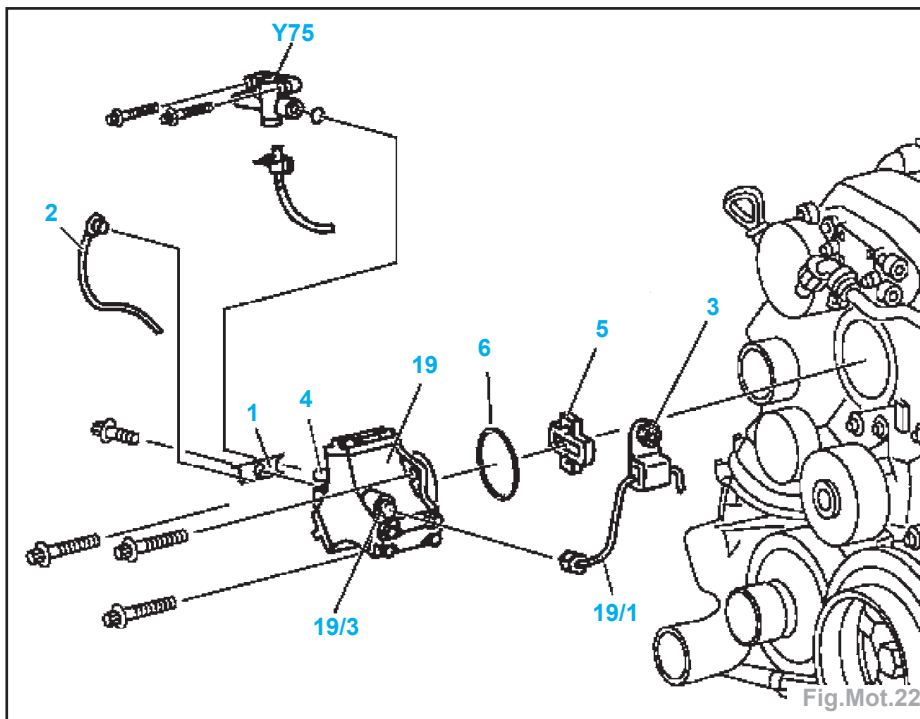

Fig.Mot.22
- Dévisser la conduite de pression (19/1) de la pompe à haute pression (19) (Fig. Mot.22).